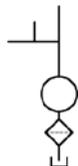

图 17.8.10 绘制直线（二）
(1) 用 **绘图** \rightarrow **直线** 命令，以圆的上象限点为直线起点，绘制长度值为 73 的垂直直线（图 17.8.10）。
(2) 按 **Enter** 键重复“直线”命令，以步骤（1）所绘制的直线中点为起点，绘制长度值为 51 的水平直线（图 17.8.10）。
(3) 按 **Enter** 键重复“直线”命令，以步骤（2）所绘制的直线中点为起点，绘制长度值为 20 的垂直直线（图 17.8.10）。